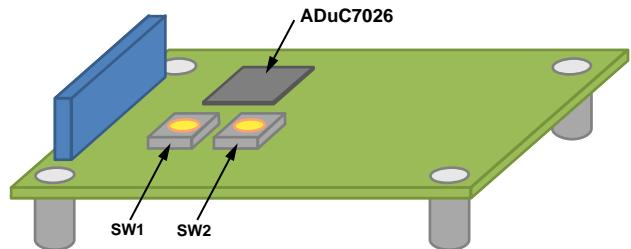

図 10. マイクロコントローラのフラッシュ用 ISEB スイッチの位置
2. ISEB 上の 2 個のボタン（図 10）を以下の順序で押してフームウェアを書き換えます。